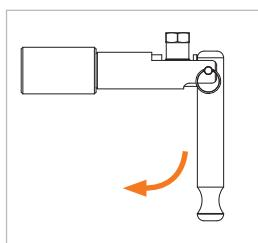

Figure 4
- ▶ Actionnez le levier de serrage (pos. 2) à 90° vers le bas. (*Figure 4*) Le connecteur s'ajuste automatiquement à la pièce d'essai afin d'établir une connexion étanche.